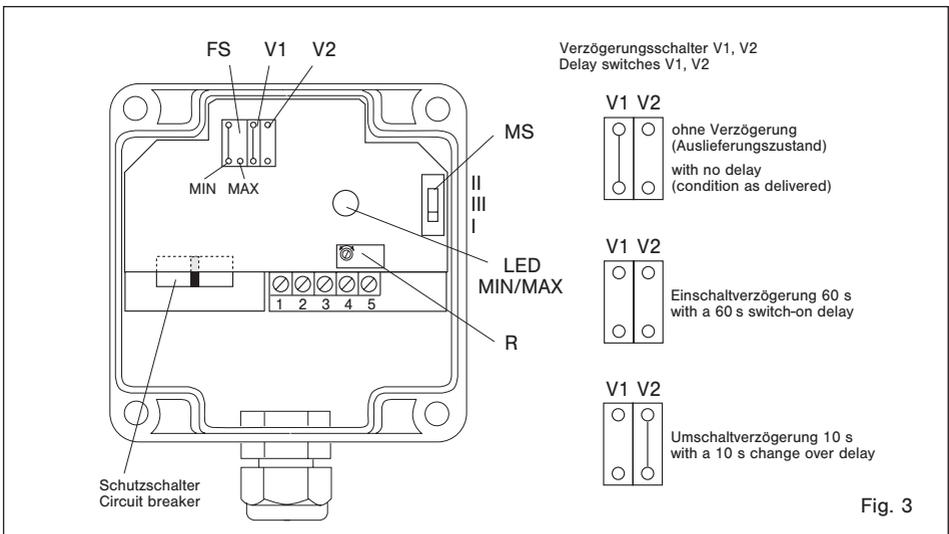

Fig. 3
- 2 Mediumschalter (MS) dem zu überwachenden Medium anpassen (siehe Fig. 3):
- 3 MIN- oder MAX-Funktion mit Funktionsschalter (FS) wählen (siehe Fig. 3).
- 4 Um den Ansprechwert Strömung leichter einstellen zu können, Verzögerungsschalter (V1 und V2) im Auslieferungszustand lassen (ohne Verzögerung: V1 geschlossen, V2 offen) (siehe Fig. 3).
- 2 Set medium selector switch (MS) to (see fig. 3):
- 3 Select either the MIN or MAX function by means of selector switch (FS) (see fig. 3).
- 4 To facilitate flow response setting leave the delay switches (V1 and V2) in the condition as delivered (no delay: V1 closed, V2 open) (see fig. 3).
6 Mit dem Potentiometer (R) den Schaltpunkt auf den Wechsellpunkt zwischen GRÜN und ROT einstellen (siehe Fig. 3):
- Ist in Pos. II oder III kein Schaltpunkt einstellbar, Mediumschalter (MS) in die nächstniedrigere Position umschalten.
6 To adjust the switching point, turn the flow adjustment potentiometer screw (R) to the exact point the LED changes (see Fig. 3):